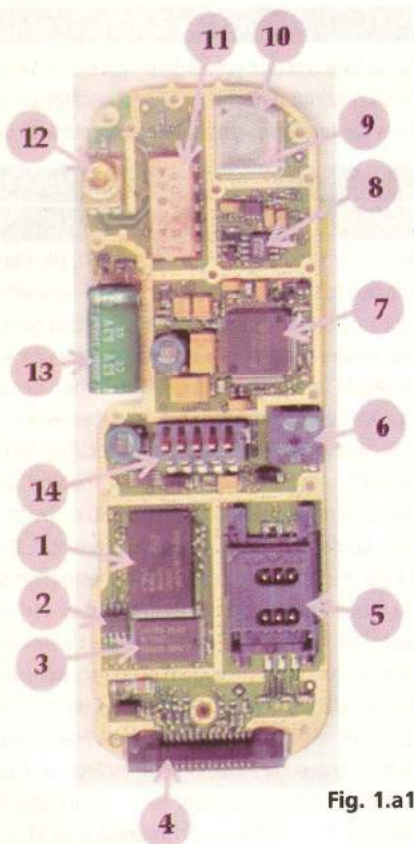

Fig. 1.a1
**În fig. 1.a2 se notează astfel:**